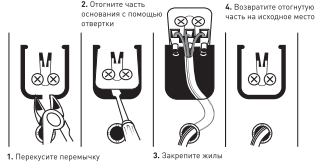

Рис. 1. 230В шамчыракты токко туташтыруу схемасы
3.3.2. Этот провод необходимо подключить к проводу источника питания с помощью внешнего клеммника (в комплект не входит) в соответствии со схемой, изображенной на рис.1;